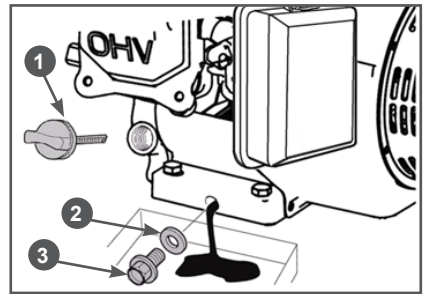

Рис. 11 Замена масла в двигателе
2. Очистите от загрязнений зону вокруг маслосазливной горловины. Извлеките крышку-щуп 1 из маслосазливной горловины и протрите щуп чистой ветошью (Рис. 11).
3. Открутите пробку 3 для слива масла и слейте отработанное масло в подготовленную для этого емкость (Рис. 11).